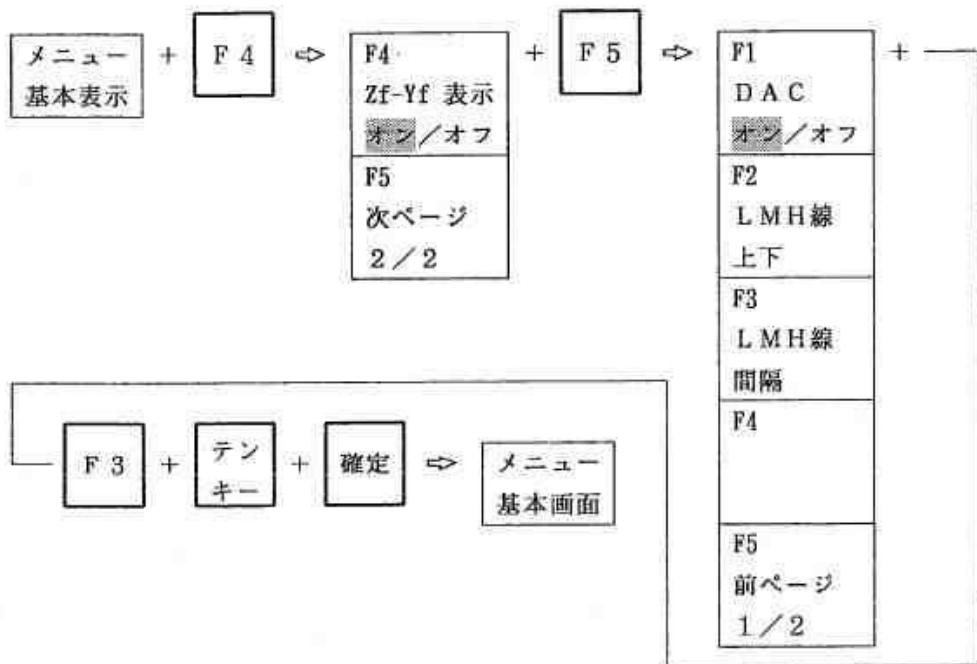

図 9.3.18 L M H 線間隔設定の手順
- ① 選択キー【F4】を1回押すと図9.3.18の選択メニューが表示されます。更に選択キー【F5】を1回押すと図9.3.18中の選択メニューが表示されます。
- ② この【LMH線間隔設定】の機能を作動させるためには、選択キー【F3】を1回押します。
- ③ テンキー入力モードで、0～20dBの間の所定の間隔を入力することができます。入力している値は探傷条件表示エリアの最後の行の【LMH線間隔】の項に表示されます。